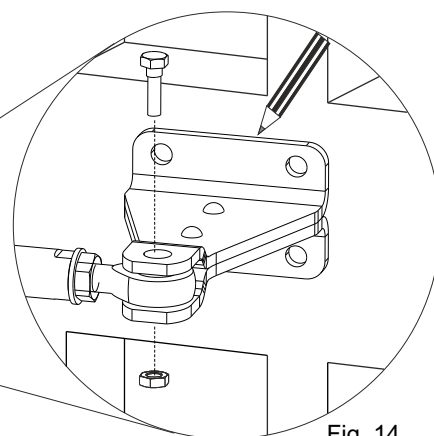

Fig. 14
- 3) Fixer l'étrier sur la fixation antérieure (Fig. 14).